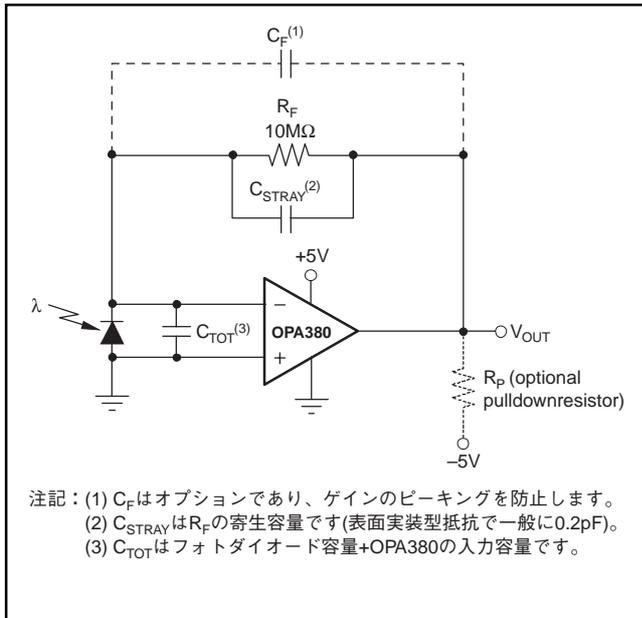

図5. トランスインピーダンス・アンプ
(2) 図5に示すように、 $V_{OUT}$ と $-5V$ 間に接続したプルダウン抵抗 $R_P$ だけを負荷とする出力でテストしました。アプリケーション節の「グランド・レベルの出力振幅の実現」も参照願います。
(4) リニア動作の回復に要する時間。
(5) 正電源電圧から回復する時間。
トランスインピーダンス設計に関するキーとなる要素は図5に示してあり、